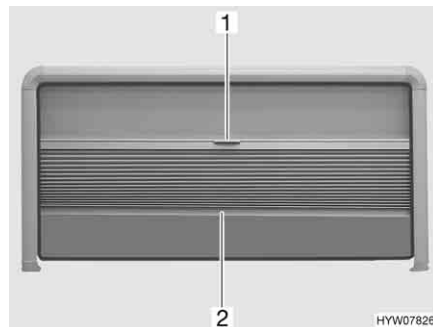

Bild 82 Överkantshängda fönster
- Ta tag i mitten på plisségardinens kantlist (Bild 82,2) och dra försiktigt ned den.
- Håll plisségardinens kantlist (Bild 82,2) i mitten och skjut upp plisségardinen försiktigt.
- Drag försiktigt ned insektsskyddet (Bild 82,1) i handtaget.
- Skjut upp insektsskyddet väldigt långsamt med plisségardinens kantlist (Bild 82,2).